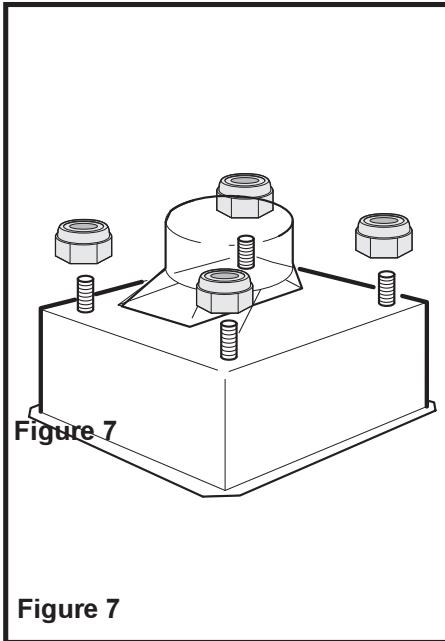

Figure 7
9. Positionner la structure de support au sommet de la hotte. Fixer les écrous sans serrer (Figures 7 et 8).